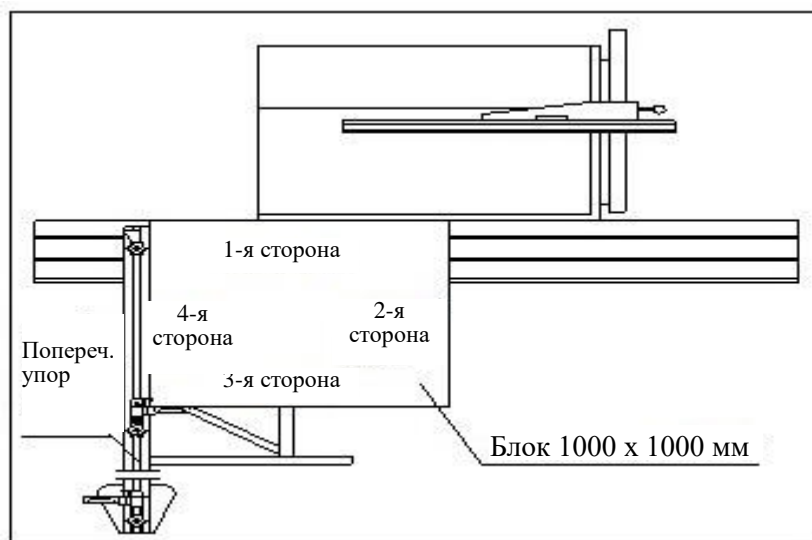

Рисунок 3.7.1
3.7 Регулировка поперечного упора (рисунок 3.7.1 и 3.7.2)
Аналогичным образом следует еще раз повернуть заготовку на 90°, чтобы третья сторона примыкала к поперечному упору, и обрезать четвертую сторону. (Рис. 3.7.1)